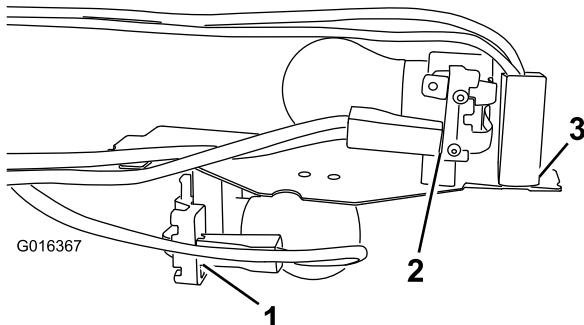

Figure 18
1. Connectez le fil vert/blanc à l'ampoule d'indicateur de direction clignotant (Figure 18).
2. Connectez le fil noir à la masse et repliez la languette à 90 degrés, comme illustré à la Figure 18.
3. Connectez le fil rouge/blanc au côté 5W de l'ampoule du feu de position arrière (Figure 18).